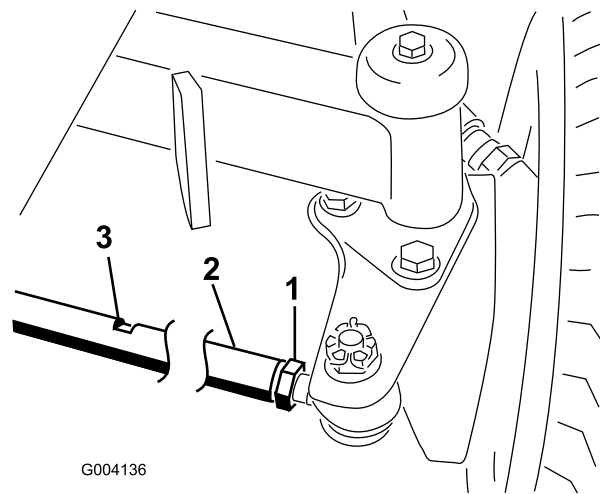

Figure 138
1. Desserrez l'écrou de blocage à chaque extrémité de la biellette (Figure 138).